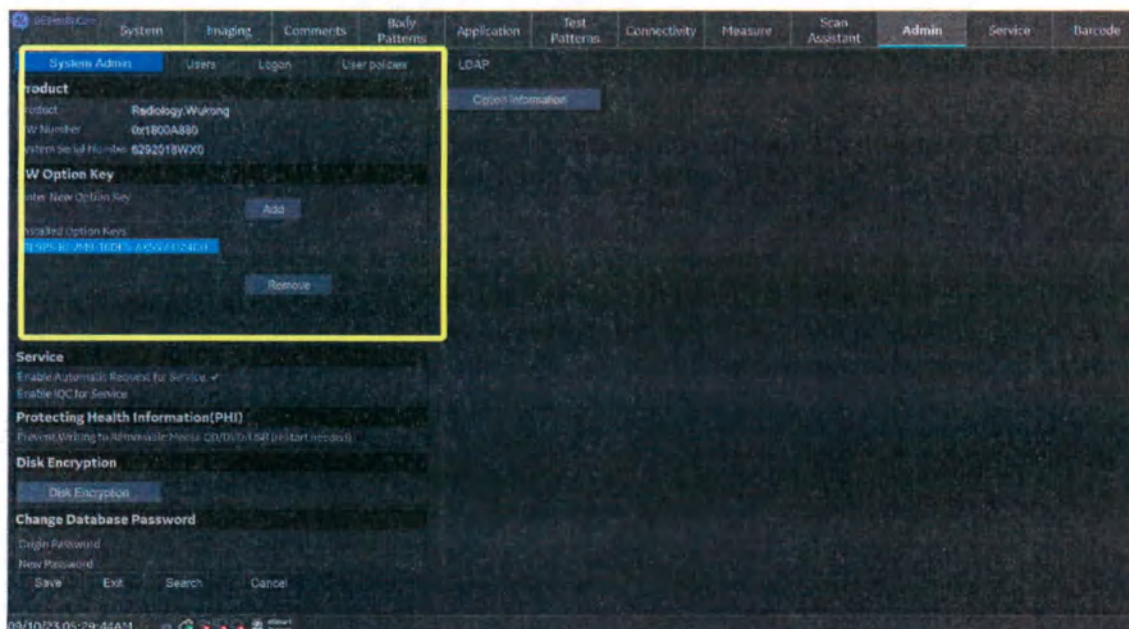

Рис. 3-59. Окно «System Admin» (Системный администратор)
- Наведите курсор, чтобы выбрать «Admin» (Администратор), войдите в окно «Admin Page» (Страница администратора) в окне утилит и выберите «System Admin» (Системный администратор), как показано ниже, см. Рис. 3-59.